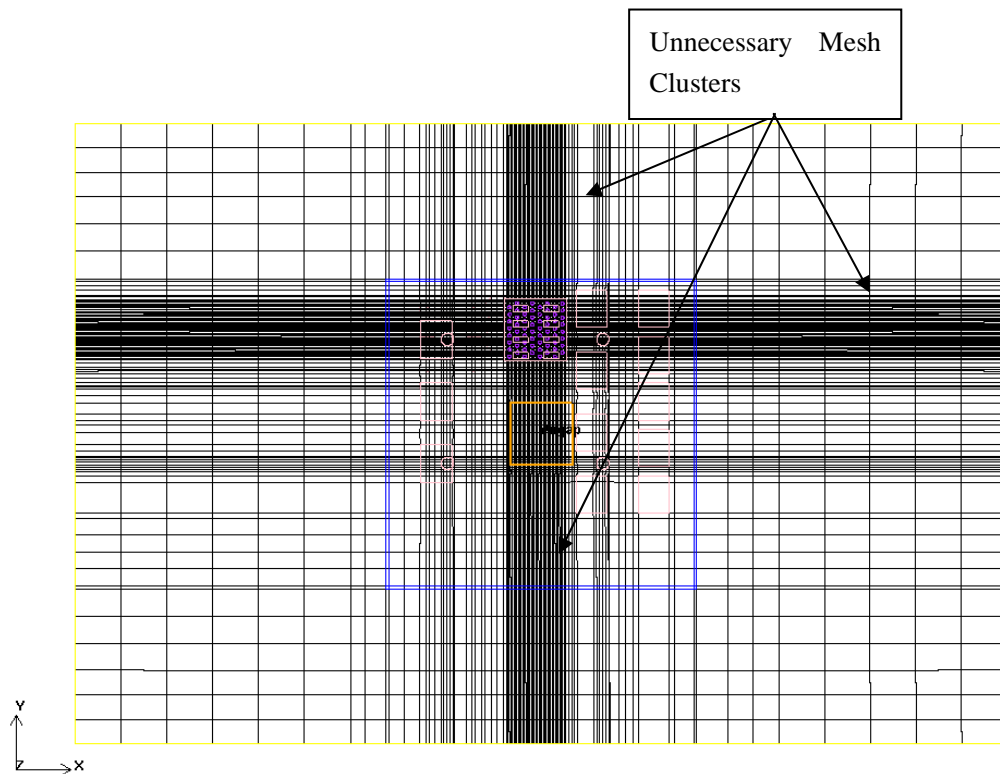

图 9.1: 不改动模型的情况下的切面网格
- 再做另一个方向的切面来判断导致网格数多的原因。图 9.1 是其中的一个切面
- 图 9.1 显示了网格数多是由于散热器和器件网格扩散导致的